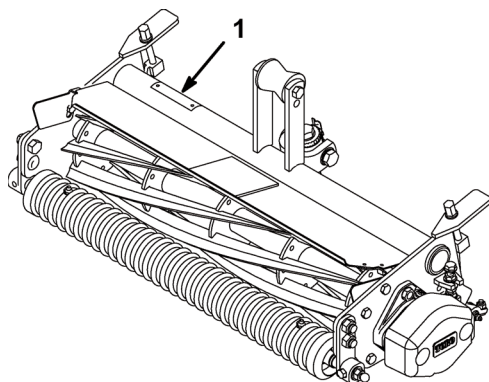

Figure 1
Lorsque vous contactez un concessionnaire agréé ou un réparateur Toro pour un entretien, pour vous procurer des pièces d'origine Toro ou pour obtenir des renseignements complémentaires, soyez prêt(e) à lui fournir les numéros de modèle et de série du produit. La Figure 1 indique l'emplacement des numéros de modèle et de série du produit.
2. Vérifier que le contact du cylindre est éliminé en desserrant le bouton de réglage de la contre-lame dans le sens inverse des aiguilles d'une montre (Fig. 1).
5. Tournez les écrous à bride (voir encadré à la Fig. 1) en haut et en bas de la patte du châssis, dans le sens horaire ou anti-horaire pour élever ou abaisser l'extrémité de la contre-lame, selon le cas. Ne desserrez pas l'écrou à bride inférieur. Serrez les écrous à brides contre la patte du châssis après avoir obtenu le réglage voulu.